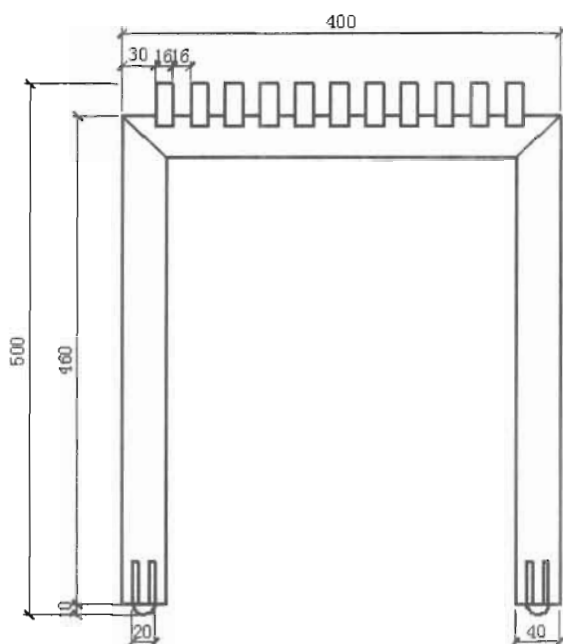

图 4-183
(7) 单击“修改”工具栏中的“修剪”按钮, 剪掉多余的线段, 然后标注尺寸, 木凳的正立面就绘制完成了, 如图4-183所示。